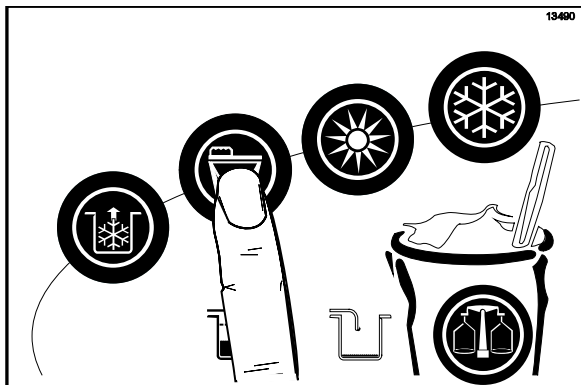

Figure 100
2. Placer un seau sous le bec de la porte et appuyer sur le symbole LAVAGE  (Cf. Figure 100).